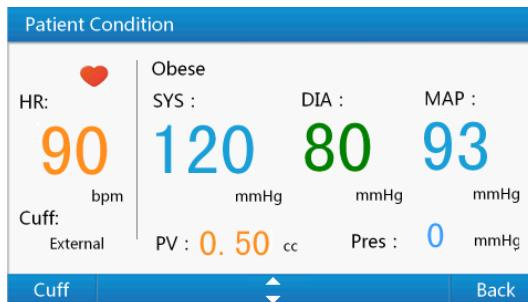

Figura 17 Interfaccia di simulazione della BP in presenza di determinate condizioni del paziente
- 1) Selezionare “**Patient Condition**” (Condizioni del paziente) all’interno di “**BP Simulation Menu**” o utilizzare il tasto numerico “5” per accedere all’interfaccia di simulazione della BP in presenza di determinate condizioni del paziente mostrata nella Figura 17.